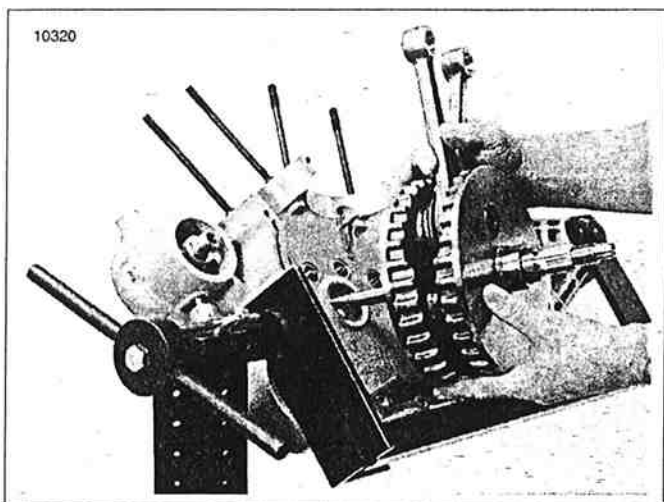

Figura 3-111. Instalación de los volantes en la mitad derecha del cárter
- a. Vea la Figura 3-111. Instale el conjunto del volante en la mitad derecha del cárter. Deslice el eje del piñón a través de la pista exterior en el cárter derecho.